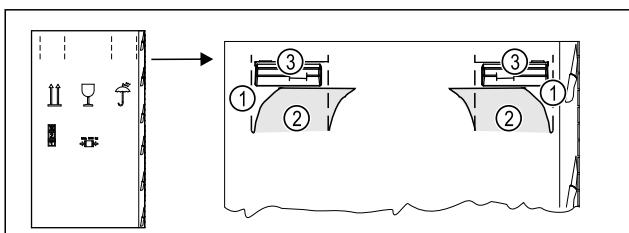

Fig. 3
- 按下包装箱顶部的易撕条 Fig. 3 (1)。
- 拉出已压入的箱体挡板 Fig. 3 (2)。
- 可见左右提手 Fig. 3 (3)。
- 抓住冰箱的提手 Fig. 3 (3)。
- 拉出已压入的箱体挡板 (2)。